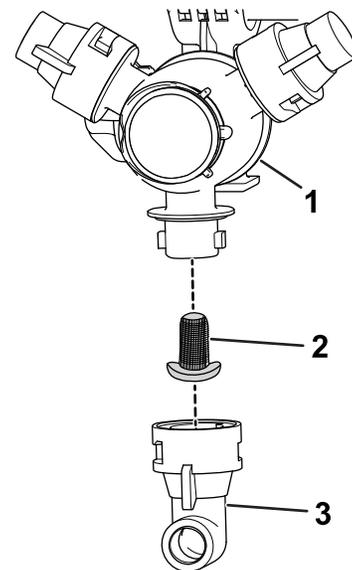

Figura 23
2. Retire la boquilla de la torreta de fumigación (Figura 23).
3. Retire el filtro de la boquilla (Figura 23).
5. Instale el filtro de la boquilla (Figura 23).
6. Instale la boquilla en la torreta de fumigación (Figura 23).